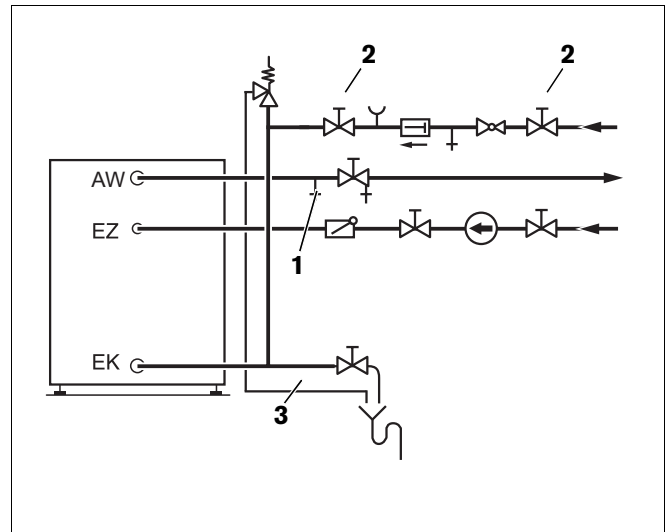

Fig. 10 Installation selon DIN 1988 (schéma de principe)
- Pour purger le préparateur, ouvrir la vanne d'aération et de purge (fig. 10, **pos. 1**) ou le robinet situé au point le plus élevé.
- Ouvrir la vanne d'arrêt d'entrée d'eau froide EK (fig. 10, **pos. 2**) pour remplir le préparateur.
- Avant la mise en température, vérifier si la chaudière, le préparateur et les conduites sont remplies d'eau. Pour cela, ouvrir le robinet de remplissage et de vidange (fig. 10, **pos. 1**).
- Laissez la conduite de la soupape de sécurité (fig. 10, page 13) toujours ouverte.
- que la conduite de la soupape de sécurité (fig. 10, page 13) doit toujours rester ouverte.